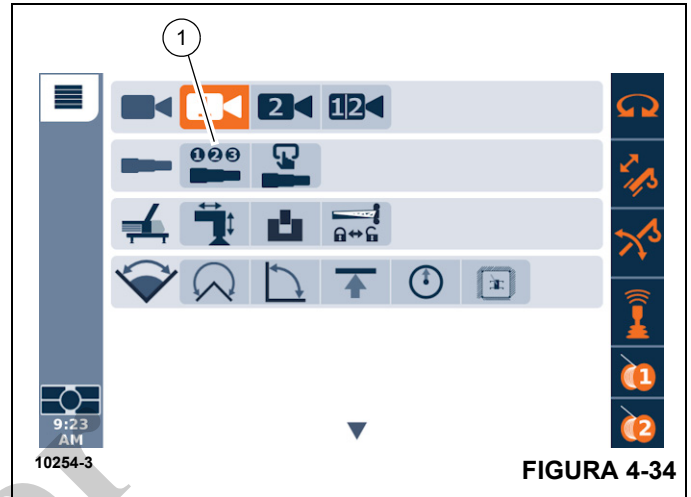

FIGURA 4-34
- Ingrese a la pantalla de semiautomatización, en el modo de visualización de funcionamiento. El icono para esta pantalla es (1) Figura 4-34.